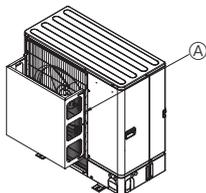
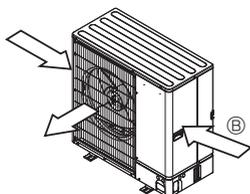

Fig. 2-4
Fig. 2-5
- ② Sumontuokite pasirenkamąjį oro kreiptuvą, jei įrenginys montuojamas vietoje, kurioje į oro išėjimo angą gali tiesiai pūsti stiprus vėjas, pvz., uraganas ir pan. (Fig. 2-4)
- ③ Oro išėjimo angos kreiptuvas
- ④ Jei įmanoma, pastatykite įrenginį taip, kad oras per oro išėjimo angą pūstų statmenai sezoninio vėjo krypties atžvilgiu. (Fig. 2-5)
- ⑤ Vėjo kryptis